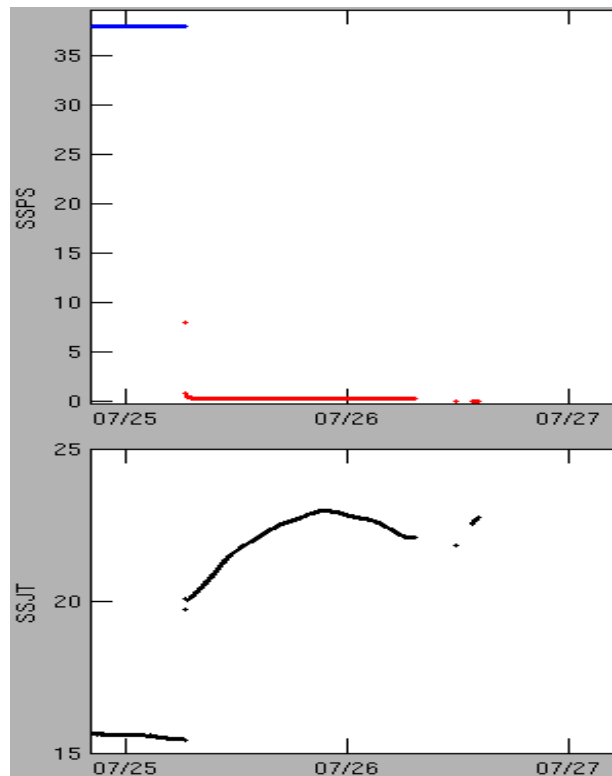

Figure 5: Anomalies dues à une fermeture de vanne
- Fermeture de vanne: La fermeture de la vanne est détectable à la hausse de la température de la cuve (exemple Figure 5) et à l'indication du débitmètre, s'il y en a un. De plus, dans le cas présenté, la salinité égale à 0 montre que le TSG a certainement été rempli d'eau douce.